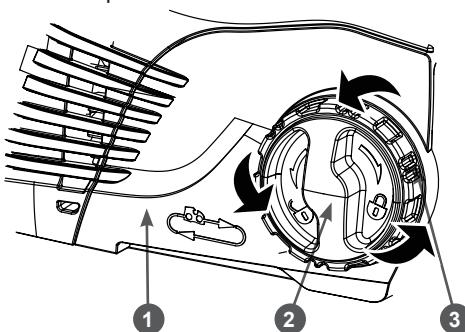

Рис. 2 Снятие крышки шины
- Открутите гайку 2 крепления крышки шины (Рис. 2) против часовой стрелки и снимите крышку 1 шины с корпуса электропилы.
Для удаления провисания цепи вращайте колесо 3 (Рис. 2) механизма натяжения цепи по часовой стрелке. Для ослабления натяжения – в обратную сторону. После регулировки натяжения цепи затяните гайку крепления крышки, не прилагая при этом чрезмерных усилий.